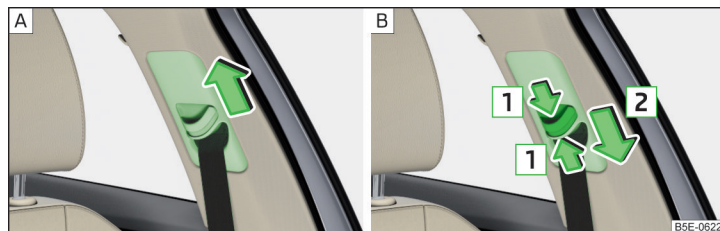

Fig. 17 Ajuste en altura del cinturón para los asientos delanteros
- Desplazar la guía **hacia arriba** en sentido de la flecha » **fig. 17** - [A].
- **O bien:** Comprimir el seguro en el sentido de la flecha [1] y deslizar la guía **hacia abajo** en el sentido de la flecha [2] » **fig. 17** - [B].